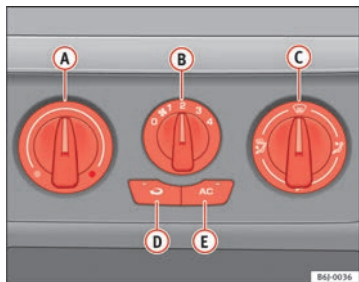

Fig. 95 Sur la planche de bord : éléments de commande du climatiseur
- Désactivez le système de refroidissement avec la touche → fig. 95 **AC** (le témoin de la touche s'éteint).
Le mode recyclage de l'air ambiant ⇒ fig. 95  (le témoin intégré à la touche est allumé) empêche les fortes odeurs ambiantes (qui peuvent par exemple se dégager lors de la traversée d'un tunnel ou dans un bouchon) de pénétrer dans l'habitacle.